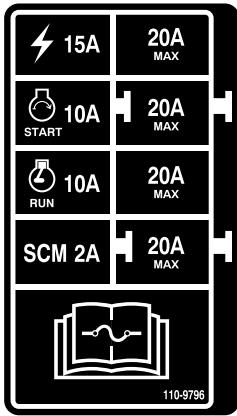

Рисунок 41
**Внимание:** Если необходимо заменить предохранитель, обязательно используйте предохранитель того же типа и той же нагрузки, чтобы не повредить электрическую систему. См. наклейку рядом с предохранителями, на которой изображены все предохранители и значения их номинальных токов в амперах (Рисунок 41).